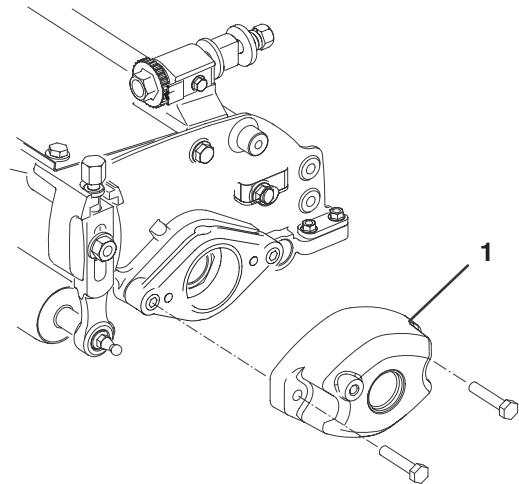

Bild 13
- A. Nehmen Sie die beiden Kopfschrauben ab, mit denen das Gegengewicht links am Mähwerk befestigt ist. Nehmen Sie das Gegengewicht ab (Bild 13).